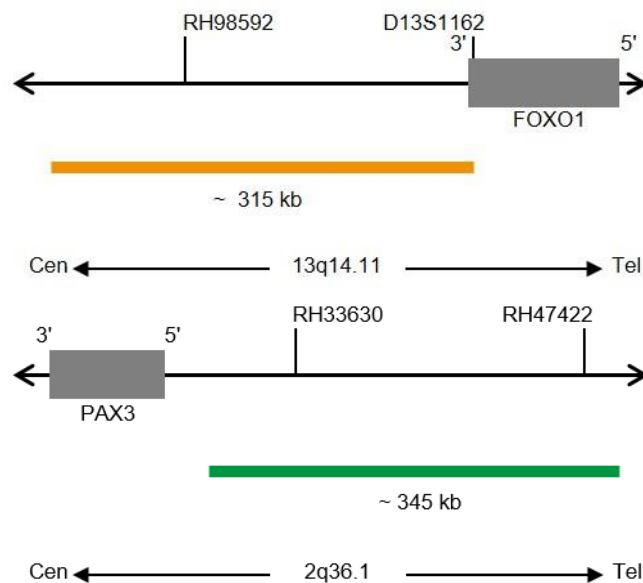

Fig. 1: Cima: SPEC FOXO1 Mapa da sonda; Baixo: SPEC PAX3 Mapa da sonda (sem escala)
- Polinucleótidos (~4.5 ng/μl) com marcação ZyOrange (excitação 547 nm/emissão 572 nm), dirigidos ao mapeamento de sequências alvo em 13q14.11* (chr13:40,816,168-41,132,595) proximais ao ponto de quebra do gene FOXO1 (ver Fig. 1).
- Polinucleótidos (~10 ng/μl) com marcação ZyGreen (excitação 503 nm/emissão 528 nm), dirigidos ao mapeamento de sequências alvo em 2q36.1* (chr2:223,196,078-223,539,352) distais ao ponto de quebra do gene PAX3 (ver Fig. 1).